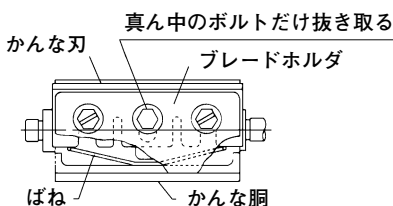

図 31
(3) 後部ベースの穴から、別売部品のドライバーをさし込み、外側のボルトの頭部の溝に合わせてゆるめると、かな刃はばね(図31)に押されて数ミリ飛び出します。(図32)
(4) かな刃の両端を持って、取りはずします。